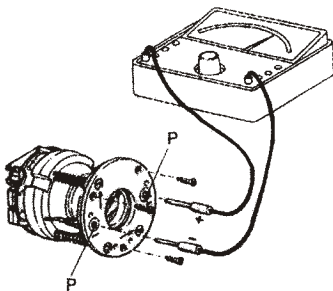

Fig. 5
- 3.7** Für die endgültige fluchtung einen Tester mit Skalenendwert 5V GS verwenden und die verne auf dem Empfänger befindlichen Messpunkte miteinander verbinden (Mindestmasswert 0,3 V GS). Die beiden Regulierschrauben an Empfänger und Sender verstellen bis auf dem Tester der maximal erreichbare Wert abzulesen ist (siehe Abb. 5).